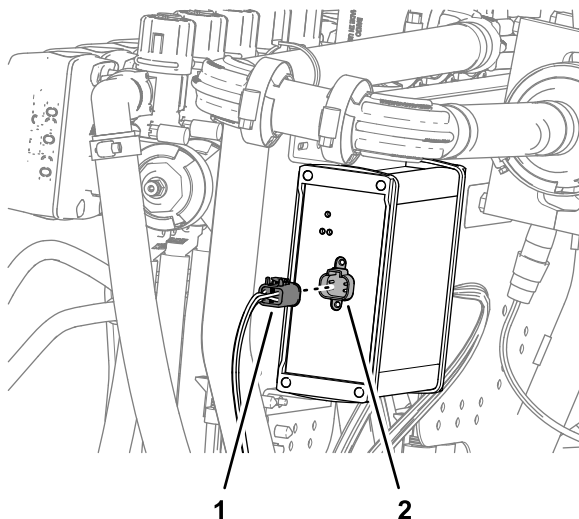

Figure 134
4. Branchez le connecteur à 4 douilles étiqueté TO ASC 10 au connecteur à 4 broches du contrôleur ASC 10 (Figure 134).